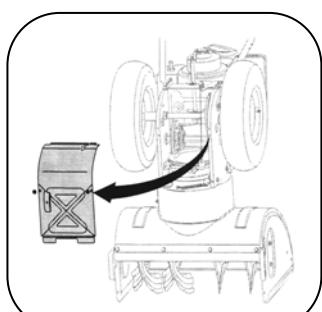

Рис.12
2. Осторожно поверните снегоуборщик вверх и вперед, чтобы он опирался на корпус шнека. Снимите крышку рамы с нижней стороны снегоуборщика, удалив четыре самореза, которые крепят ее. См. рис. 12.